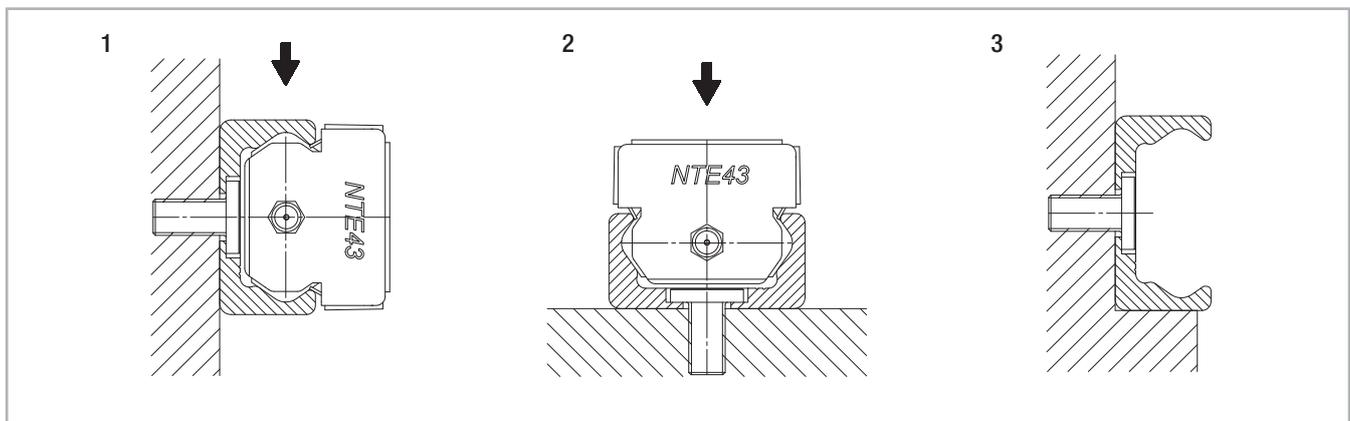

Fig. 99
Les rails en T et en K peuvent être montés dans deux positions différentes par rapport à la force externe. Dans le cas d'une charge axiale agissant sur le patin (fig. 99, pos. 2), la capacité de charge admissible est réduite en raison des roulements à billes radiaux utilisés. C'est pourquoi les rails doivent, si possible, être montés de telle manière que la charge résultant soit appliquée dans le sens radial sur les galets (fig. 99, pos. 1). Le nombre des trous de fixation dans le rail en combinaison avec les vis de la classe de résistance 10.9 est fonction des capacités de charge. Dans le cas d'applications critiques avec des vibrations ou si une plus grande rigidité est exigée, le soutien du rail s'avère judicieux
(fig. 99, pos. 3).